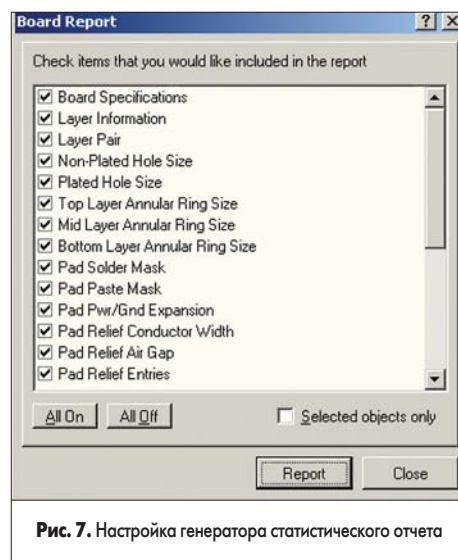

Рис. 7. Настройка генератора статистического отчета
2. Нажмем кнопку Report, расположенную в нижней части окна. Откроется окно Board Report (рис. 7) со списком настроек генератора статистического отчета.